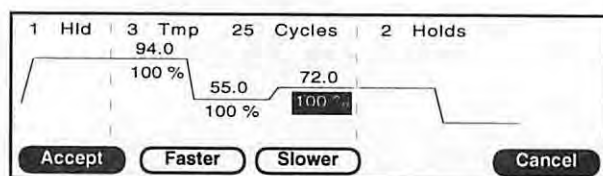

Fig. 2-13 ランプレートモディフィケーションスクリーン
2. **F2** -Ramp を押してください。ランプレートモディフィケーションスクリーン(Fig. 2-13)が現れます。
4. もし3つ目のランプを設定するのならば、Fig. 2-13のようにハイライト表示されているはずです。このランプは55.0℃から72.0℃へのUp-ramp の速度を設定するパラメーターです。